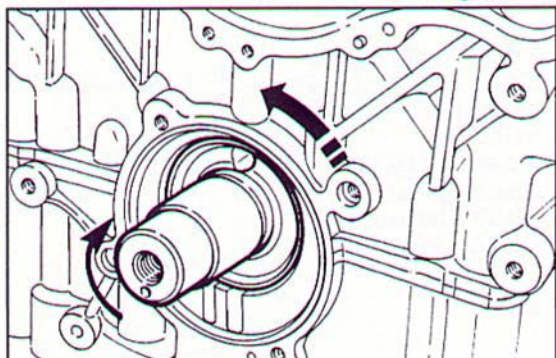

Fig. 164 ▼
- ruotare il motore di 180°, facendo contemporaneamente ruotare l'albero motore per mantenere il foro di ingresso olio in alto, in modo da evitare la fuoriuscita dell'olio presente all'interno e da sistemare i pistoni in posizione di bilanciamento (Fig. 164).
- rotate the engine through 180°, turning the crankshaft simultaneously to keep the oil inlet hole facing upwards to prevent the oil inside coming out, and set the pistons in the balancing position (Fig. 164).